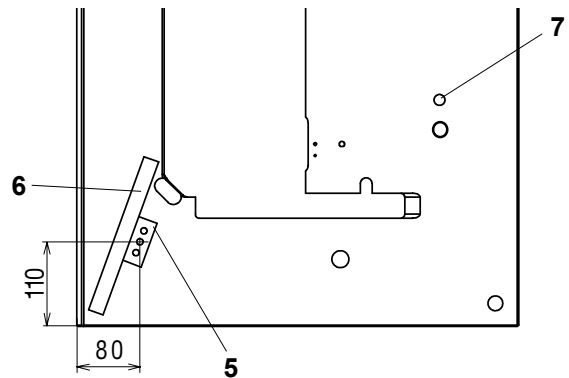

Abb. 8
5.1.1 Montage und Aufsetzen des Maschinenkopfes auf das Gestell (Abb. 8)
Den Stützzift, der sich im Maschinenzubehör befindet, ins Loch (7, Abb. 8) aufsetzen. Fadenführer auf das Maschinenkopf montieren.
Den Stützstift aus der Tischplatte herausnehmen (Abb. 8, Pos. 7), in die Löcher die Deckkappen (7) einsetzen.